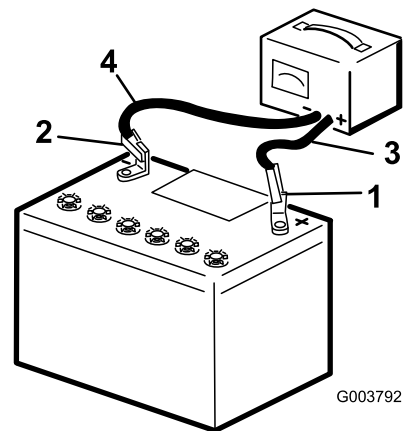

Figure 34
2. Chargez la batterie pendant 10 à 15 minutes entre 25 et 30 A, ou pendant 30 minutes à 6 A (Figure 34). Ne chargez pas la batterie excessivement.
3. Quand la batterie est chargée au maximum, débranchez le chargeur de la prise, puis débranchez les fils du chargeur des bornes de la batterie (Figure 34).
- Branchez le câble positif (rouge) de la batterie à la borne positive (+) à l'aide des fixations retirées précédemment (Figure 34).
- Branchez le câble négatif de la batterie à la borne négative (noir) au moyen des fixations retirées précédemment (Figure 34).
- Fixez la batterie au moyen de la barre et des écrous à oreilles (Figure 34).